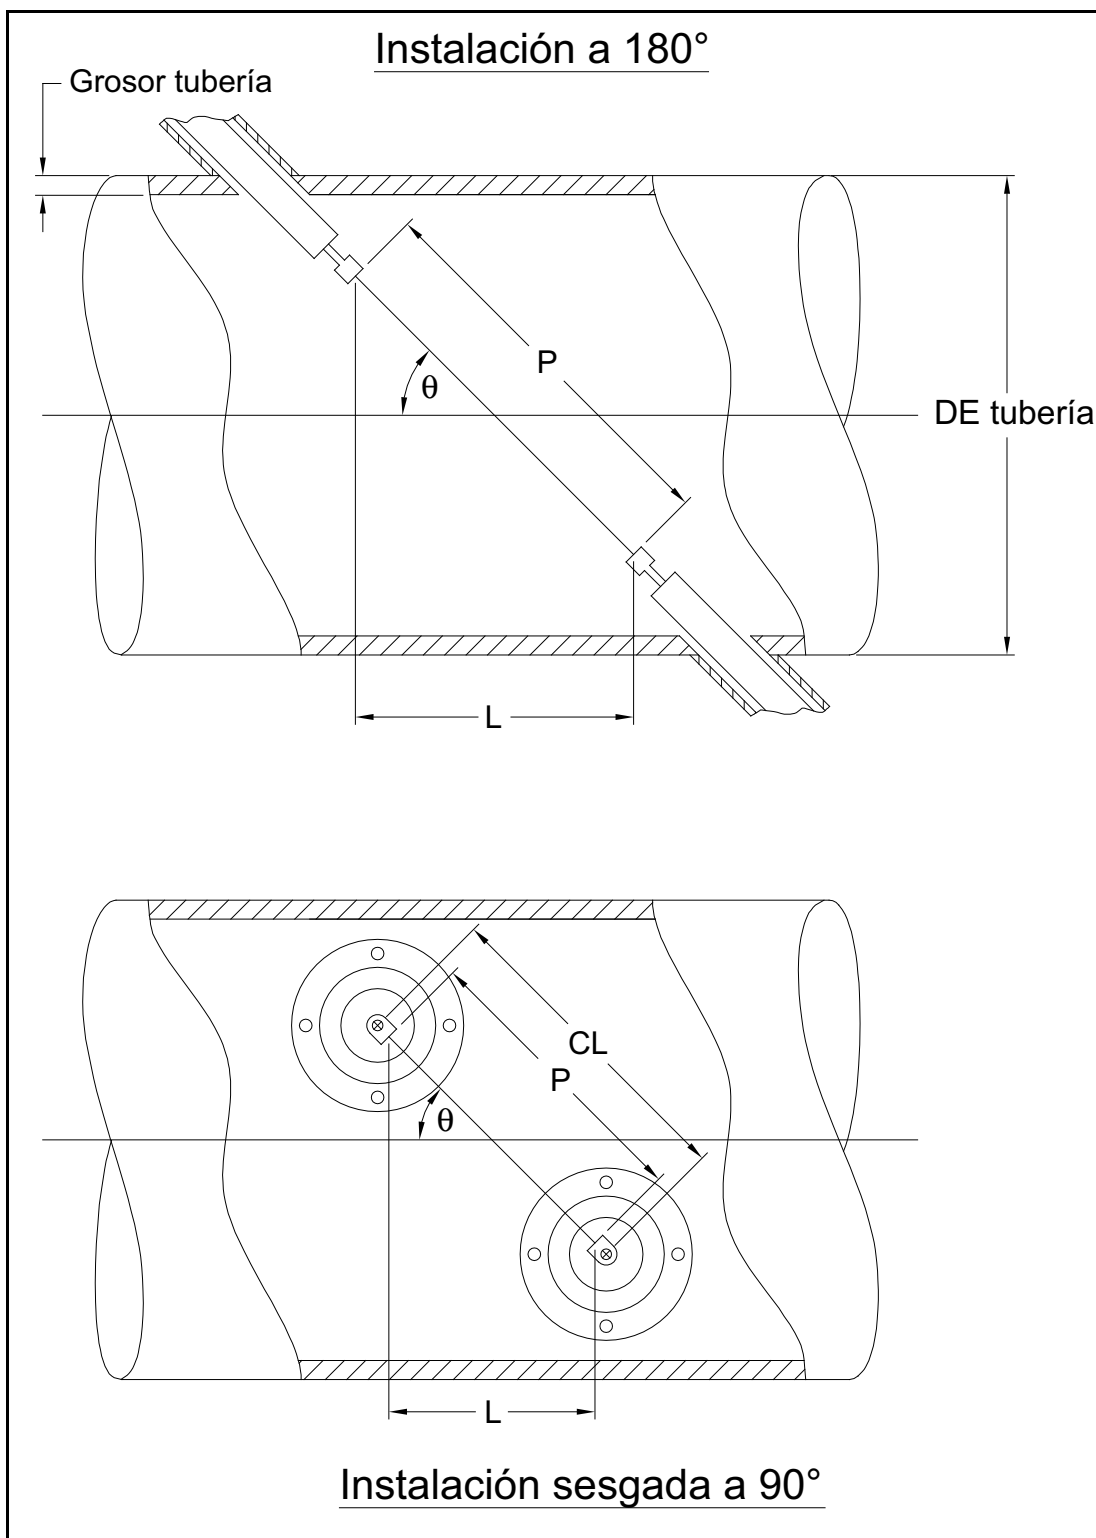

Figura 20: Vista en planta de instalaciones usuales de transductores
La precisión de los valores P y L programados es crítica para la precisión de las mediciones de flujo. Si Panametrics ha suministrado la celda de flujo para el sistema. En la documentación que se incluye con el sistema constarán los valores correctos. Para los transductores instalados en una tubería existente (consulte Figura 20 en la página 72), P y L se deben medir en la instalación. En este anexo están las instrucciones para determinar correctamente esas distancias.
Siempre que sea posible, mida directamente la distancia entre caras (P) y la distancia axial (L) entre los centros de las caras planas de los transductores. Consulte en la *Figura 20 en la página 72* la ilustración de las distancias correctas que se deben medir en una instalación típica.
Con una instalación de transductores sesgados a  $90^\circ$ , puede ocurrir que los únicos parámetros conocidos sean el ángulo de los transductores ( $\theta$ ) y la distancia entre los ejes de los cuerpos de los transductores (CL). En estos casos, es posible calcular P y L combinando la *ecuación C-1* y la *ecuación adicional C-2* (consulte *Figura 20 en la página 72*):